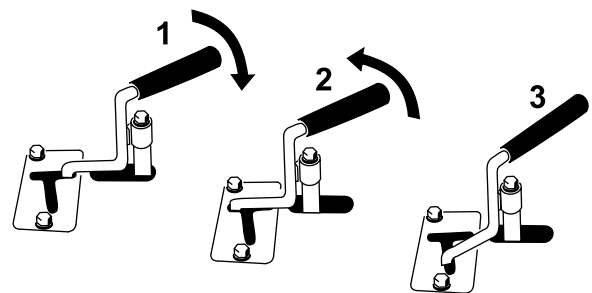

Bild 12
- Um ein hydraulisches Anbaugerät vorwärts zu bedienen, drehen Sie den Hilfshydraulikhebel nach hinten und ziehen ihn bis zum Anschlagbügel (Bild 12, Nummer 1).
- Um ein hydraulisches Anbaugerät rückwärts zu verwenden, drehen Sie den Hilfshydraulikhebel nach hinten und dann nach links in den oberen Schlitz (Bild 12, Nummer 2).
Hinweis: Wenn Sie den Hebel in der VORWÄRTS-Stellung loslassen, geht er automatisch in die NEUTRAL-Stellung zurück (Bild 12, Nummer 3). Wenn er in der RÜCKWÄRTS-Stellung ist, bleibt er dort, bis Sie ihn aus dem Schlitz herausziehen.